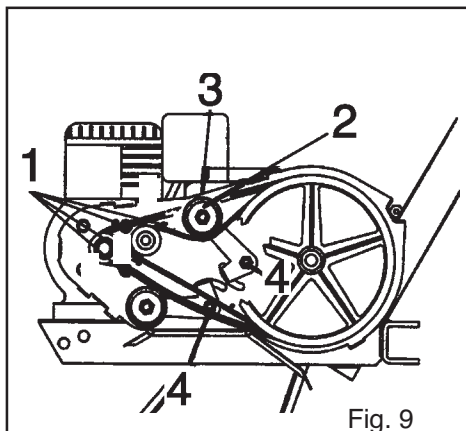

Fig. 9
1. Después del montaje de las correas, controlar que se encuentren en el interior de las espigas 1 (Fig. 9).
2 - Para evitar daños irreparables en la correa de la marcha atrás, regular el cable de mando, para que el diámetro externo del extensor de correa 2 roce el perfil externo de la protección 3 (Fig. 9).
4. El apretado excesivo de las tuercas 4 provoca el retorno incompleto del extensor de correas, con consecuencias de consumo y rotura de la correa; controlar entonces que los extensores de correas puedan moverse libremente en toda su carrera (Fig. 9).